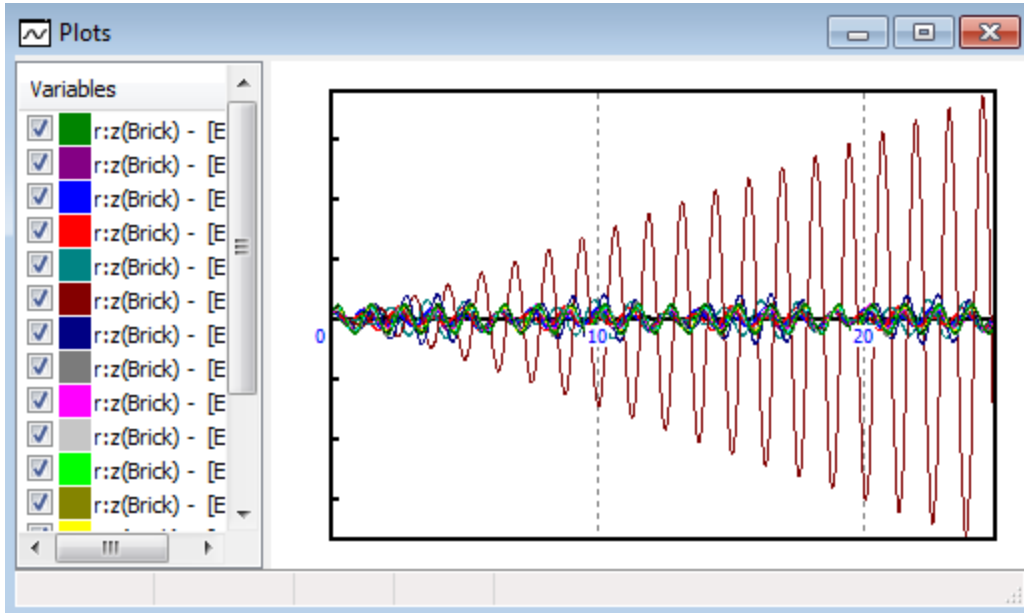

图 2.17 受迫振动
3. 全选 **16** 个工况，并将 **r:z(Brick)** 变量拖入绘图窗口，如图 2.17 所示。